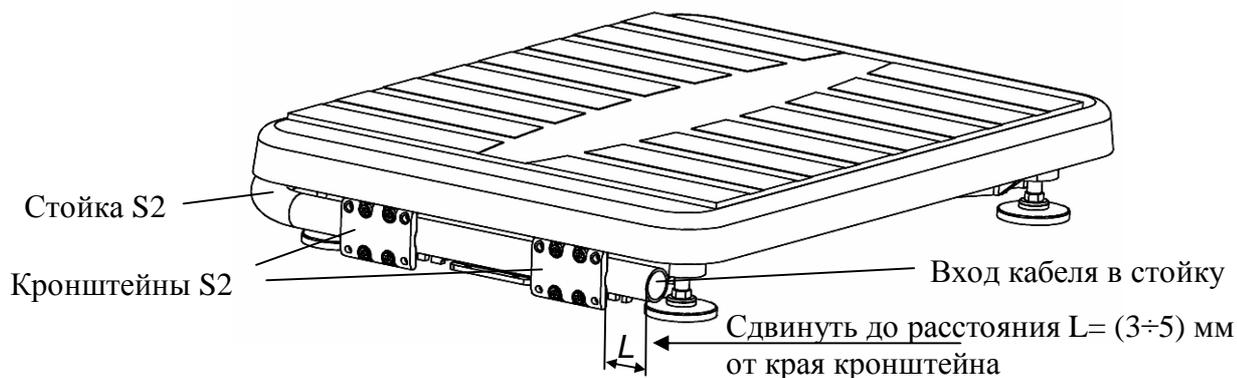

Рисунок 6.2 - Крепление круглой вращающейся стойки к основанию весовой платформы
- в основании весов сдвинуть стойку в направлении указанном стрелкой (рисунок 6.2), обеспечив расстояние  $L = (3 \div 5)$  мм от ее края до края кронштейна;
- излишек кабеля на входе в стойку (рисунок 6.2) заправить внутрь стойки.